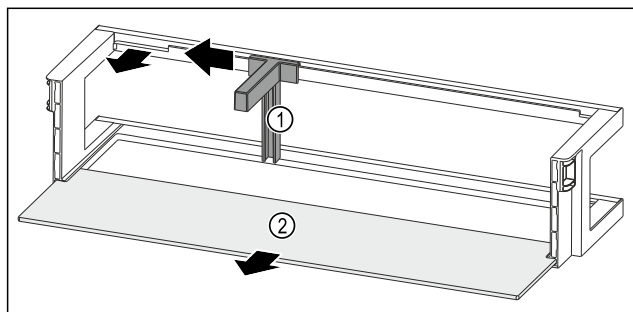

Fig. 117 Balconcino controporta con portabottiglie e ripiano
- Spingere il portabottiglie Fig. 117 (1) lateralmente fino all'incavo.
- Rimuovere il portabottiglie Fig. 117 (1).
- Rimuovere il ripiano Fig. 117 (2).